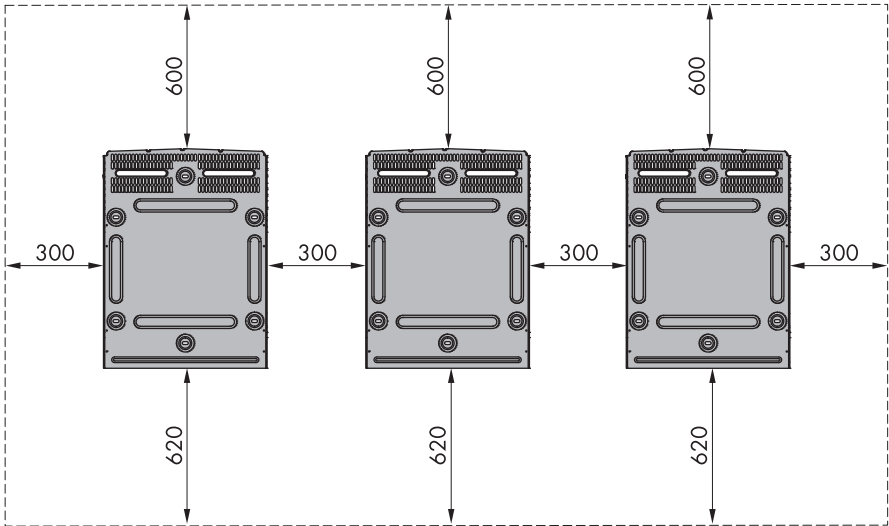

Imagen 2.8. Espacios de seguridad en mm
Tenga en cuenta los espacios de seguridad hacia otros objetos para garantizar un flujo de aire adecuado (consulte la imagen 2.8).
- Tenga en cuenta los espacios de seguridad cuando instale uno o más inversores para garantizar un flujo de aire adecuado. Los espacios libres se especifican en la imagen 2.8 y en la etiqueta del soporte mural.